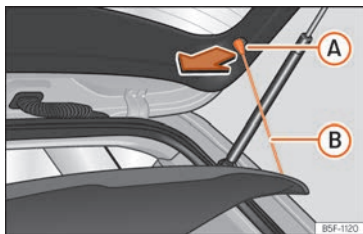

Fig. 137 En el maletero: desmontar y montar la bandeja.
- Desenganche los tirantes de sujeción »» fig. 137 (A) de los alojamientos (B).
- Enganche los tirantes de sujeción »» fig. 137 (B) en el portón trasero.